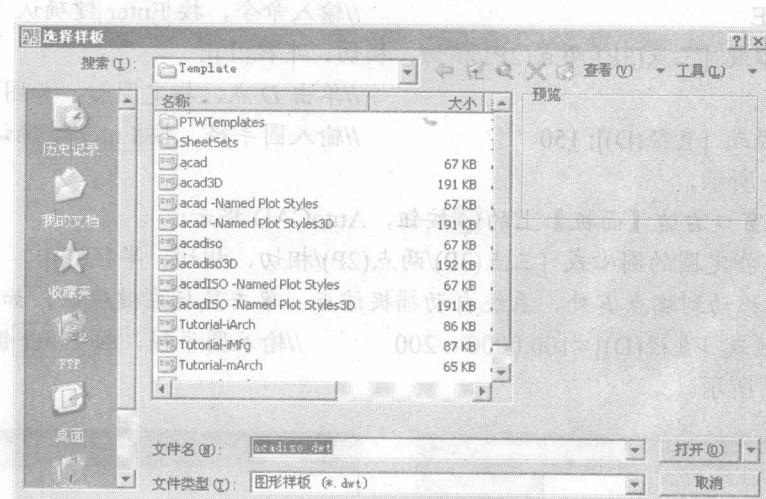

图 1-3 【选择样板】对话框
2. 选取菜单命令【文件】/【新建】，打开【选择样板】对话框，如图 1-3 所示。该对话框中列出了用于创建新图形的样板文件，默认的样板文件是“acadiso.dwt”。单击 打开(O) 按钮，根据选择的样板新建一个图形文件。此时，即可开始绘制新图形。